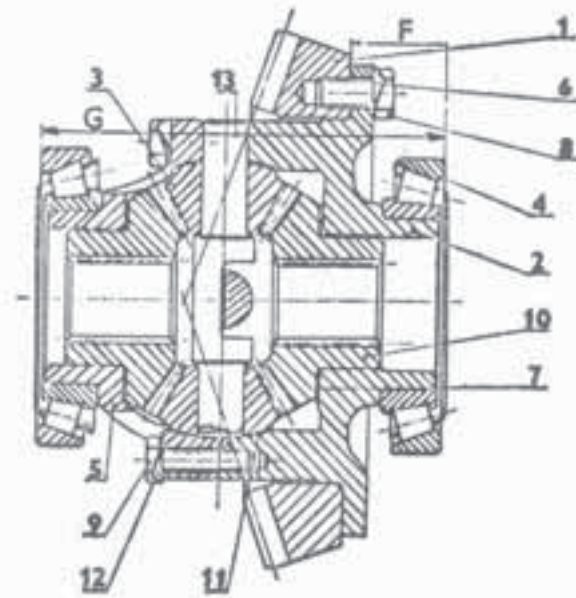

Рис.166. Дифференциал заднего моста
5. Снять с дифференциала оба подшипника 30215 /рис.166, поз.4/, отstopорить и вывернуть 12 болтов M12x30 /поз.8/ и с правой половиной корпуса дифференциала снять тарелчатое колесо /поз.1/.
При смене конической передачи сменить шестерню и тарелчатое колесо. На пальцы планетарных колес и сателлитов не забыть наметить опорные бронзовые прокладки /поз.7,11/ рис.166. При сборке дифференциала заднего моста промаслить сателлиты, планетарные колеса и пальцы планетарных колес маслом для редуктора.